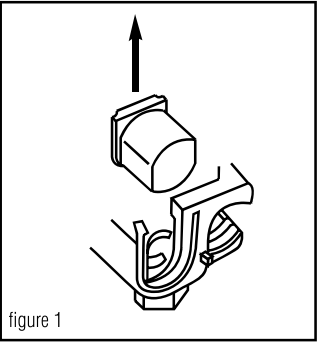

figure 1
- Determine the direction for the tap conductor to exit and discard one end cap. **See figure 1.**
- Determine la dirección en la que el conductor derivado saldrá y deseche la tapa terminal sobrante. **Vea la ilustración 1.**